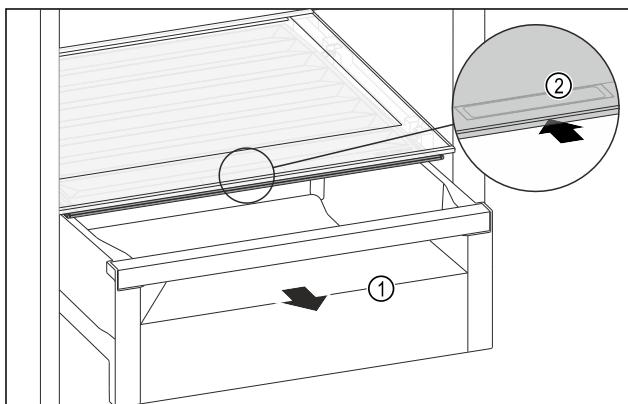

Fig. 124
- Izvlecite predal Fig. 124 (1).
- Primite prijemanlo vdolbino Fig. 124 (2) na pokrovu predala in pokrov predala istočasno potisnite nazaj.